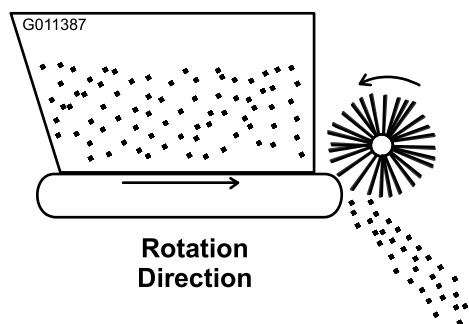

Figure 18
- Mettez le moteur du véhicule en marche et contrôlez la rotation de la bande transporteuse et de la brosse. Placez le levier du système hydraulique à distance du Workman en position de marche. La rotation doit correspondre à l'illustration de la Figure 18. Si la rotation se fait en arrière, les raccords rapides devront être inversés.